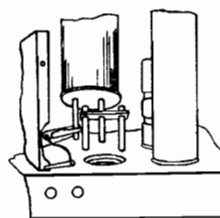

FIG.2
3. Trimtransformator op de luidsprekerbussen aansluiten (zie fig.2) en outputmeter achter de trimtransformator